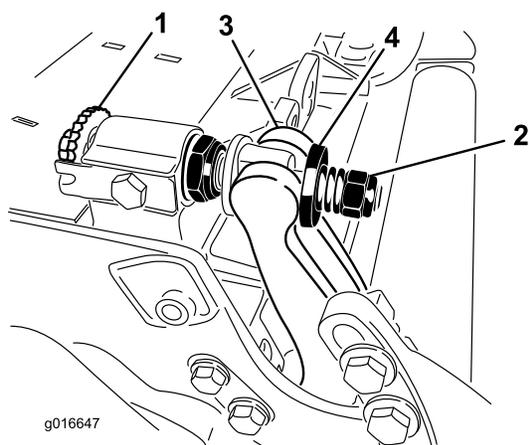

Bild 28
- Drehen Sie die Einstellschrauben des Untermesserträgers nach links, damit sich der Abstand zwischen Untermesser und Spindel vergrößert (**Bild 28**).
- Drehen Sie die Federspannungsmutter so weit hinaus, bis die Scheibe nicht mehr gegen den Untermesserträger angespannt ist (**Bild 28**).